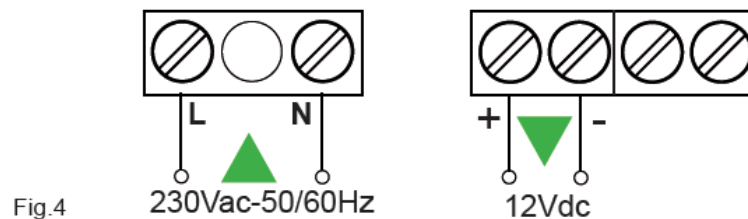

Fig.4
- Sous **230Vac-50/60Hz** sur les bornes "L" et "N" (Fig.4).